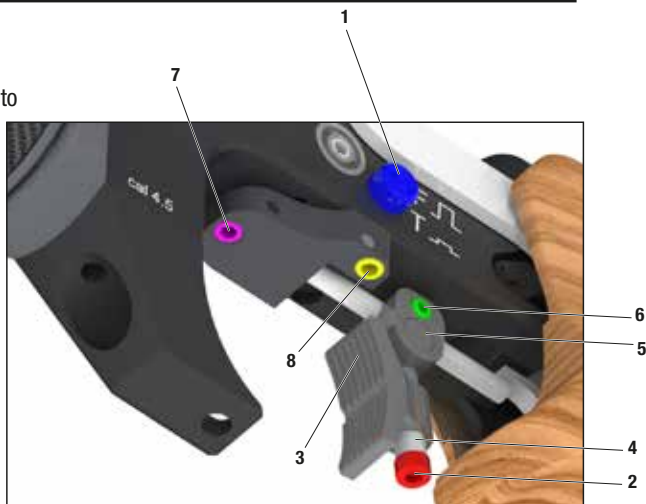

Fig.15
- Gire el tornillo prisionero (2, fig. 15) hacia la derecha con un destornillador Allen SW2. Se reduce la carrera posterior.